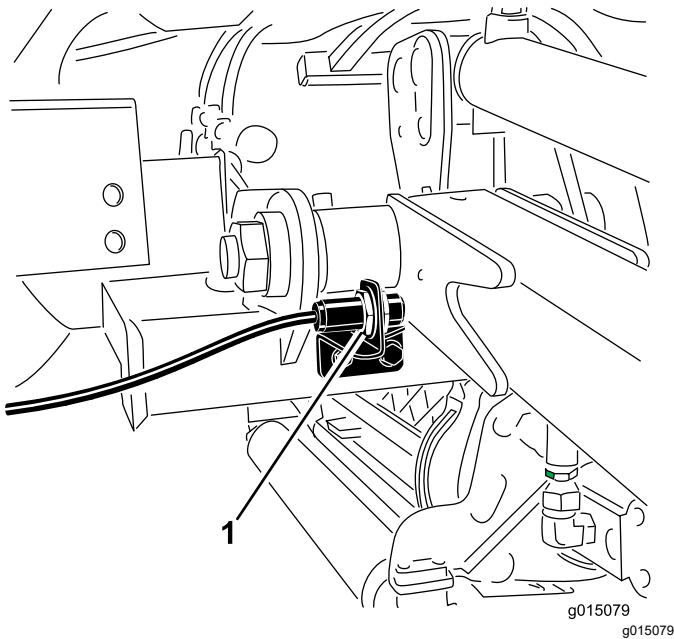

Figura 61
2. O interruptor do braço de elevação encontra-se por trás do braço de elevação direito dianteiro (Figura 61).
3. Solte os parafusos de montagem do interruptor (Figura 61) e desloque o interruptor para cima para aumentar a altura de viragem do braço de elevação ou desloque o interruptor para baixo para diminuir a altura de viragem do braço de elevação.